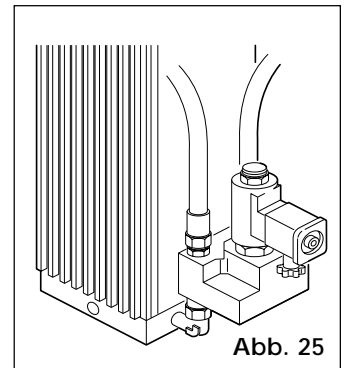

Abb. 25
**AUTOMATISCHE SYSTEMENTRIEGLUNG (Abb. 25)**